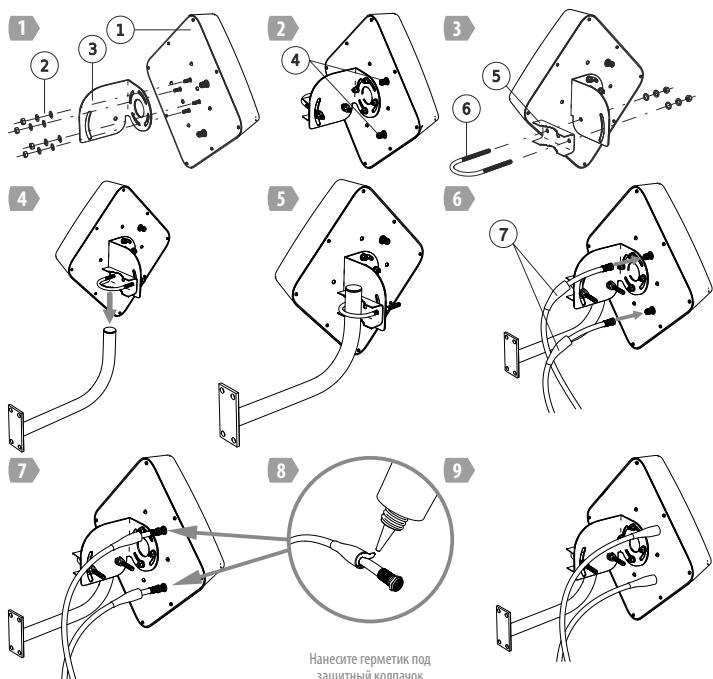

Рисунок 2. Узлы антенны и сборка BAS-2344 «FLAT MultiBand MiMo»
4.1 Закрепите Г-образную скобу (см. рис.2 позиция 3) на корпусе антенны (см. рис.2 позиция 1) с помощью входящих в комплект крепежа гаек и шайб. При этом совместите прорези в скобе и крепежные шпильки (см. рис.2 позиция 2) таким образом, чтобы метка линии горизонта на наклейке для используемого стандарта связи совпадала с фактической линией горизонта (см. рис.3)